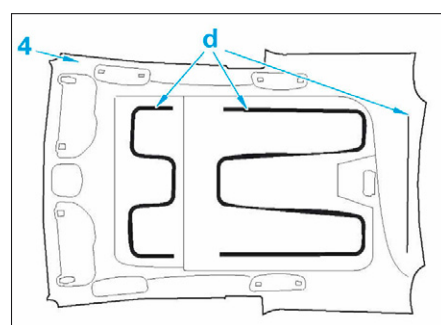

FIG. 75
- Décoller la garniture de pavillon (4) aux endroits indiqués (d) (Fig.75).